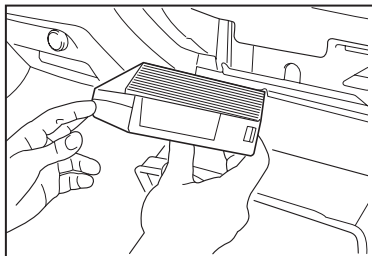

figura 3
6. Instale los filtros en los soportes de filtros. (ver figura 3)